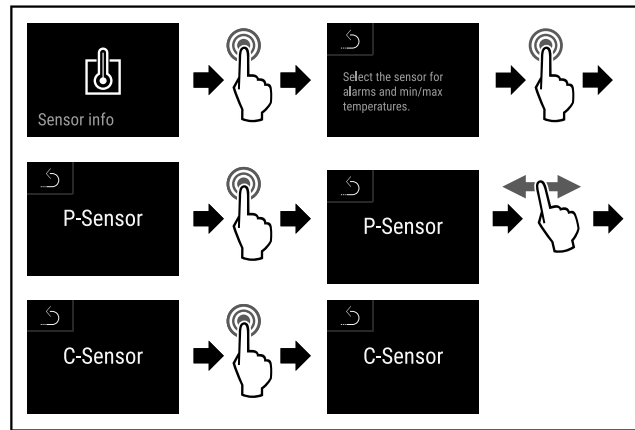

Fig. 173
- ▶ Hajtsa végre a művelet lépéseit (lásd Fig. 173) .